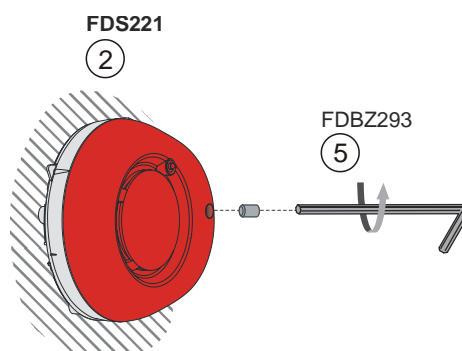

Fig. 2
3. If necessary, mount the locking device FDBZ293 in the alarm sounder (Fig. 2).
3. Montieren Sie nötigenfalls die Melderarretierung FDBZ293 in den Alarntongeber (Fig. 2).
3. Si nécessaire, montez le verrou de détecteur FDBZ293 dans le diffuseur sonore (fig. 2).
3. En caso necesario, monte el dispositivo de bloqueo del detector FDBZ293 en la sirena de alarma (Fig. 2).
3. All'occorrenza, montare il dispositivo di bloccaggio rivelatore FDBZ293 all'interno della sirena d'allarme (Fig. 2).